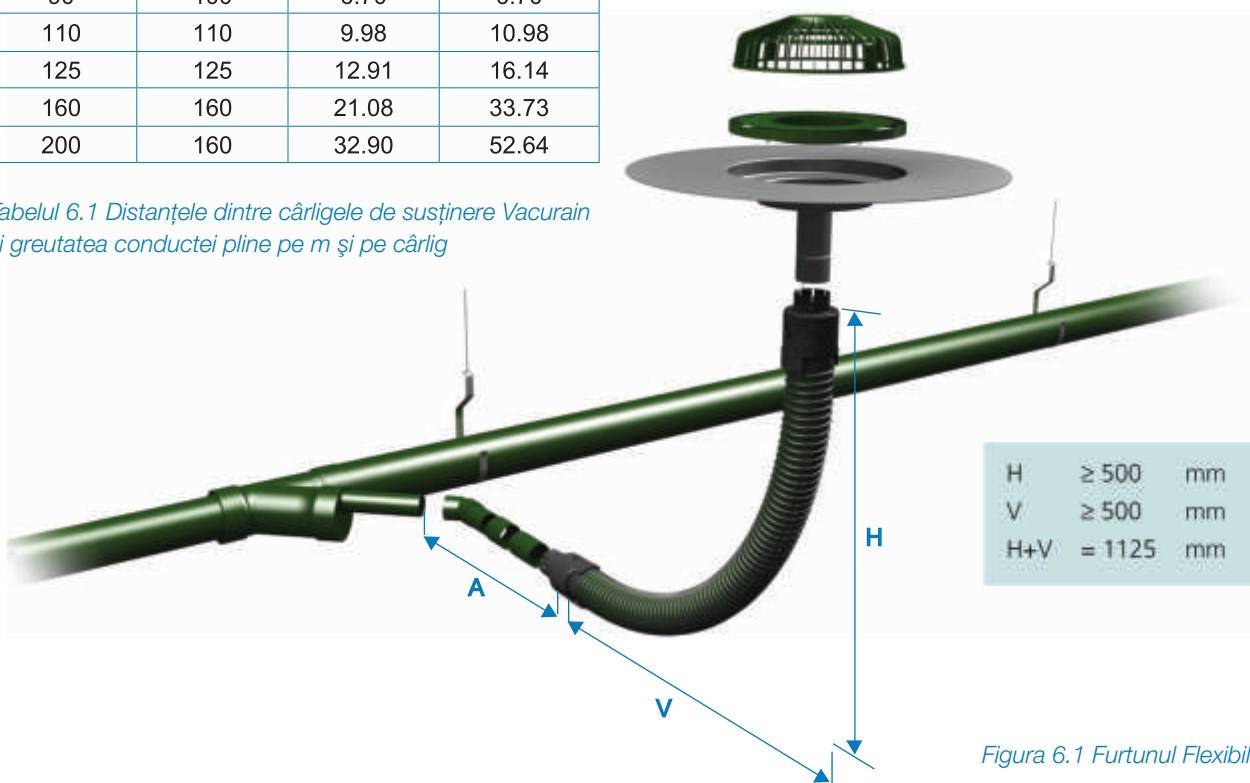

Figura 6.1 Furtunul Flexibil
- Distanța A se determină astfel încât furtunul flexibil să nu se îndoaie sub colector. De asemenea fiți sigur că există destul spațiu de montaj.(vezi figura 6.1)
Un cuplaj de acest tip poate fi montat de la conducta orizontală sau de la ramificația conductei orizontale (cu reducție) cu ajutorul unei prelungiri de conductă, un cot la 45° și o mufă. Unul din capetele acestui cuplaj este lipit în mufă și celălalt este conectat la furtunul flexibil, care deja a fost instalat utilizând mufa cu click. (vezi figura 6.1)